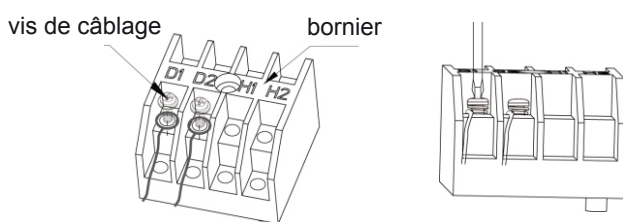

Fig 5.3.1
- (1) Ôter le couvercle du boîtier électrique.
- (2) Faire passer le câble d'alimentation par les passages de câble.
- (3) Connecter le câble de communication aux bornes D1 et D2 de la carte de câblage 4 bit intérieure, comme indiqué sur la Fig 5.3.1.